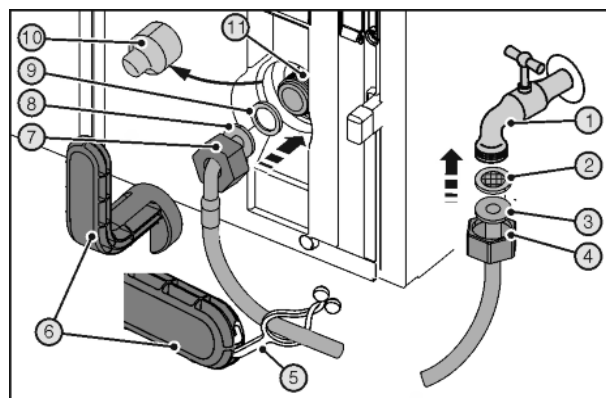

Fig. 27
Резаные раны из-за поломанного вспомогательного инструмента Fig. 27 (6).
- ▶ Вспомогательный инструмент Fig. 27 (6) использовать только при комнатной температуре.
- ▶ До конца сдвинуть гайку Fig. 27 (4) через прямой конец шланга Fig. 27 (3) и удерживать.
- ▶ Вставить ситовую ловушку Fig. 27 (2) в гайку Fig. 27 (4).
- ▷ Ситовая ловушка Fig. 27 (2) прилегает к прямому концу шланга Fig. 27 (3) и слегка поддерживается.
- ▶ Подсоедините к запорному крану Fig. 27 (1) гайку Fig. 27 (4) с расположенной на прямом конце шланга Fig. 27 (3) ситовой ловушкой Fig. 27 (2).
- ▶ Временным открытием запорного крана Fig. 27 (1) подачи воды удалить воздух из водопровода и заполнить водой. Шланг для этого держать в ведре.
- ▶ Снять крышку Fig. 27 (10).
- ▶ До конца сдвинуть гайку Fig. 27 (7) через конец шланга в виде угла Fig. 27 (8) и удерживать.
- ▶ Смочить уплотнение Fig. 27 (9) и вдавить в гайке Fig. 27 (7) на конце шланга в виде угла Fig. 27 (8).
- ▷ Уплотнение Fig. 27 (9) прилегает к концу шланга в виде угла Fig. 27 (8) и слегка поддерживается.
- ▶ Подсоедините к электромагнитному клапану Fig. 27 (11) гайку Fig. 27 (7) с расположенным на изогнутом в виде угла конце шланга Fig. 27 (8) уплотнением Fig. 27 (9).
- ▶ Затяните подключения с помощью вспомогательного инструмента Fig. 27 (6) по часовой стрелке, пока не будет достигнут максимальный момента затяжки и вспомогательный инструмент Fig. 27 (6) начнет прокручиваться.
- ▶ Откройте запорный кран Fig. 27 (1) системы подвода воды и проверьте герметичность всей водяной системы.
- ▶ Зацепить накладку Fig. 27 (5) в вспомогательном инструменте Fig. 27 (6) и для хранения закрепить на шланге из высококачественной стали.